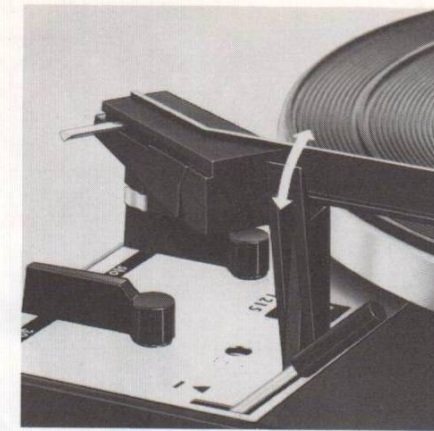

Fig. 7
Dann wählen Sie die erforderliche Plattenteller-Drehzahl ②, stellen die Drehtaste ⑬ auf den Schallplatten-Durchmesser (17, 25 oder 30 cm, bzw. 7, 10 oder 12") ein und entriegeln den Tonarm (Fig. 7). Nun ist das Gerät betriebsbereit. Die erschütterungsfrei bedienbare Steuertaste ⑭ leitet die Funktionen beim automatischen Einzelspiel und Wechslerbetrieb ein.
Bemerkung: Nach dem Spielen der Schallplatte oder der letzten Platte eines Stapels kehrt der Tonarm automatisch auf seine Stütze zurück. Das Gerät schaltet sich aus. Es empfiehlt sich, nach Beendigung des Spieles den Tonarm zu verriegeln (Fig. 7).